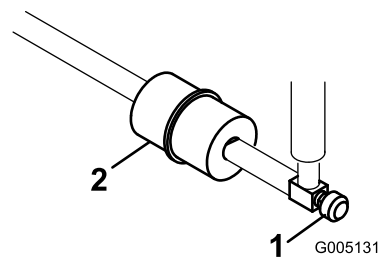

Figura 45
Nei tubi di alimentazione, tra il serbatoio del carburante ed il carburatore, è incorporato un filtro in linea (Figura 45). Verificate che la freccia sul filtro sia diretta lontano dal serbatoio del carburante.
- Chiudete la valvola di intercettazione del carburante, allentate la fascetta stringitubo dal lato carburatore e rimuovete il tubo di alimentazione dal filtro (Figura 45).
- Collocate una bacinella di spurgo sotto il filtro, allentate la restate fascetta stringitubo e rimuovete il filtro (Figura 45).